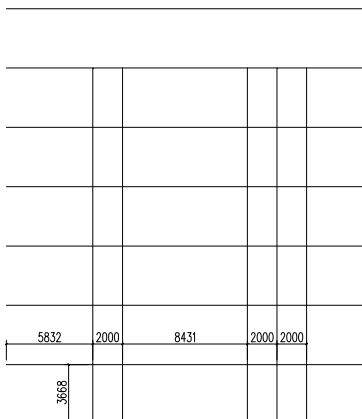

图 14-50 绘制消防管线
② 绘制消防管线。在命令行中输入 HZGX 命令按回车键，在弹出的【管线】对话框中单击“消防”按钮；根据命令行的提示，分别指定管线的起点和终点，绘制管线的结果如图 14-50 所示。